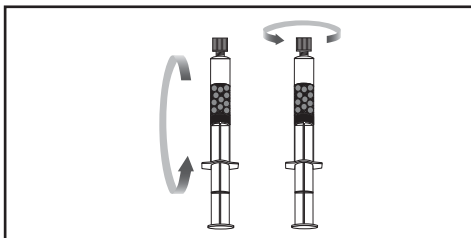

Figure 2b.
2.3 Mélanger en retournant/agitant doucement la seringue toutes les 5 minutes (figure 2b). Ne pas secouer trop fort, cela risque d'entraîner la formation de mousse.